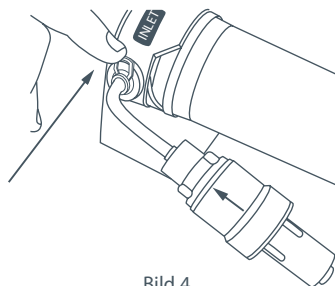

Bild 4
- 8 Anslut en låsnyckel till vattenfilterkassetts vardera sida mellan kassetten och låshylsan enligt bild 4.